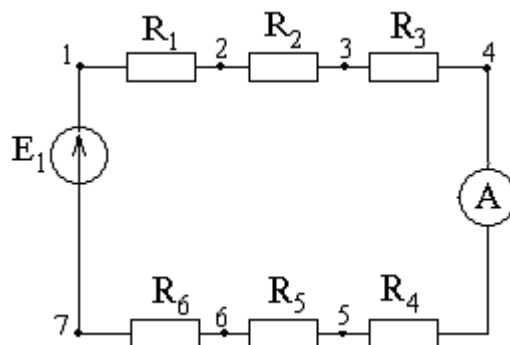

Рисунок 1.1
1.2.1 Собрать цепь (рисунок 1.1).
1.3.1 Для схемы (рисунок 1.1) по результатам экспериментов рассчитать величины сопротивлений и их проводимости, ток по закону Ома, потенциалы всех точек.
1.3.2 Для схемы (рисунок 1.1) построить потенциальную диаграмму по расчётным и экспериментальным данным и определить из нее ток в цепи.